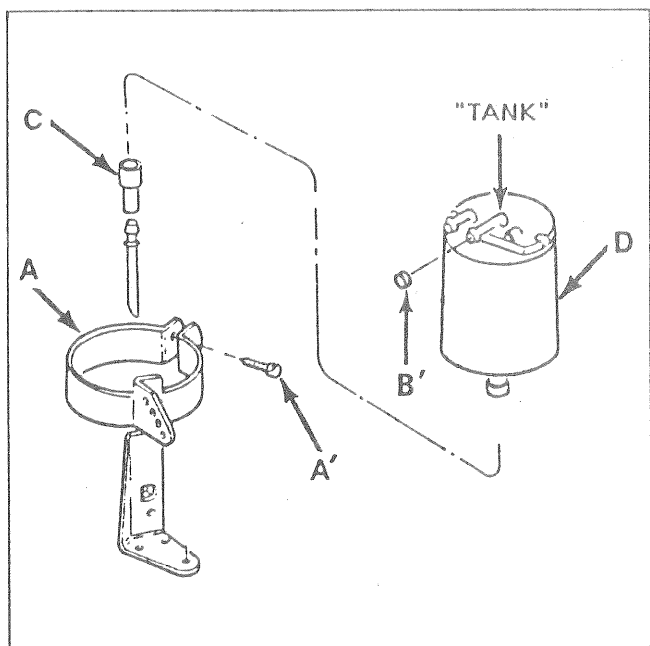
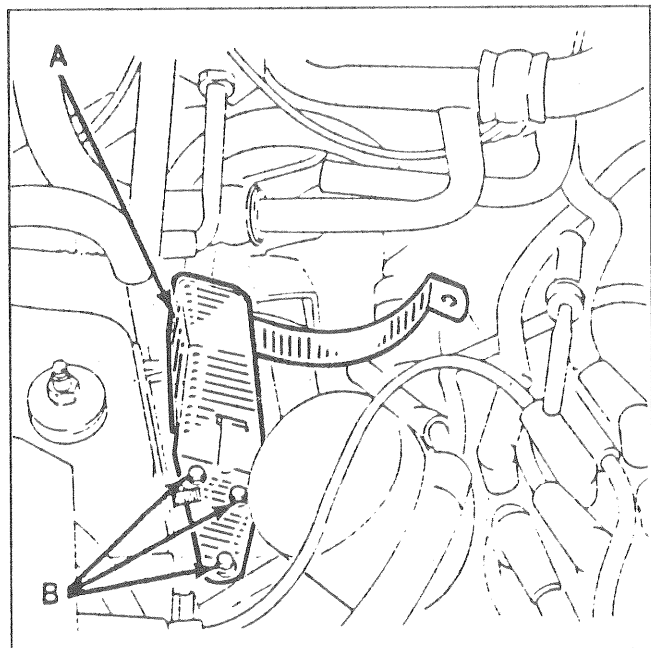

Fig 1
Fig 2
- 1 support d'absorbeur de vapeur d'essence (A) Fig 1 ou Fig 2
- 3 vis (B) fig 2 et d'un ajustage (B') (pochette papier) Fig 1
- 1 raccord caoutchouc et un tuyau plastique (C) Fig 1
- 1 récipient de vapeur d'essence (D)
- 1 collier (inutilisé) et une vis (A') Fig 1 (pochette plastique)
- Placer le raccord caoutchouc et le tuyau plastique (C) de la collection sur la sortie inférieure de l'absorbeur de vapeur d'essence (D). Installer l'ensemble dans le support (A) et approcher la vis (A') à la main (Fig 1)
- Positionner le support (et son absorbeur) sur les trous situés à côté de la partie inférieure de la chapelle d'amortisseur avant droit et le fixer à l'aide des 3 vis (B) fournis dans la collection (Fig 2)